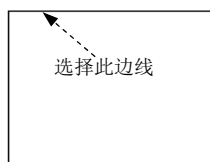

图 3.13.12 定义选取边线
Step3. 选取线串。在绘图区选取图 3.13.12 所示的边线，系统会自动串连选取与此边线相串连的所有边线，同时在绘图区显示串连的方向，如图 3.13.13 所示。单击 **✓** 按钮完成线串的选取。